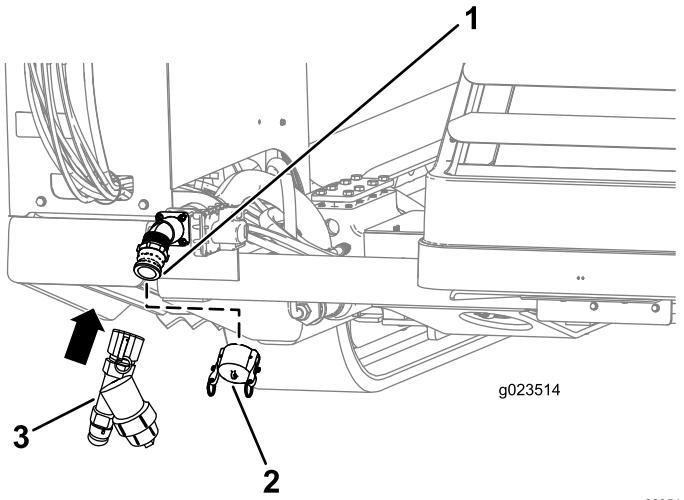

Рисунок 49
- Снимите впускную крышку насоса (Рисунок 49).
2. Совместите Y-образный сетчатый фильтр с резьбой на насосе (Рисунок 49).